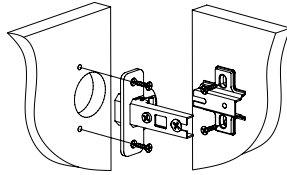

Рис.3
2. При помощи шурупов 3,5х16 установить петли на деталь 2 и ответные планки петель на деталь 4 (или 5) (Рис. 3).